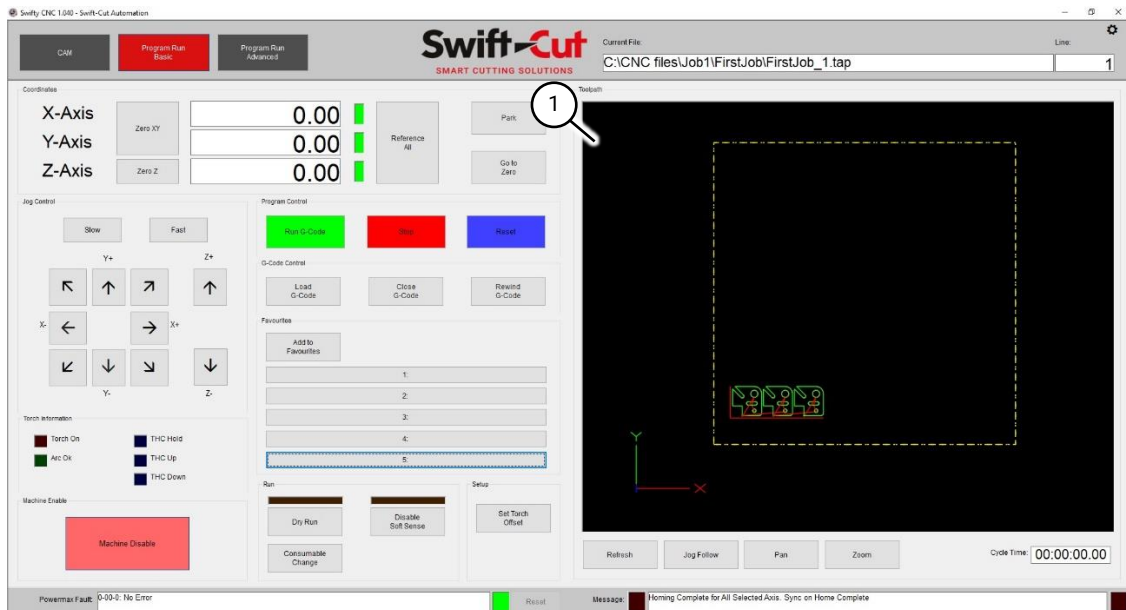

Fig 67 Ecran Trajectoire d'outil
5. Le fichier se charge et s'affiche sur l'affichage de la trajectoire d'outil (Fig 67 (1)).